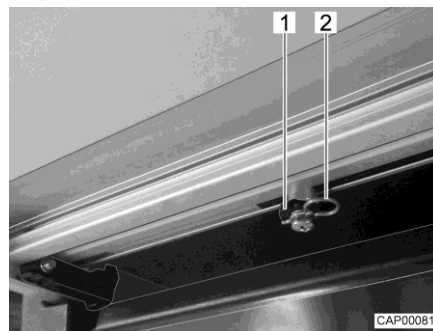

Fig. 2 Varilla de accionamiento (escalón de entrada)
- En el lado inferior del escalón de entrada, retirar ambos clips de seguridad (Fig. 2,2) en las varillas de accionamiento (Fig. 2,1).